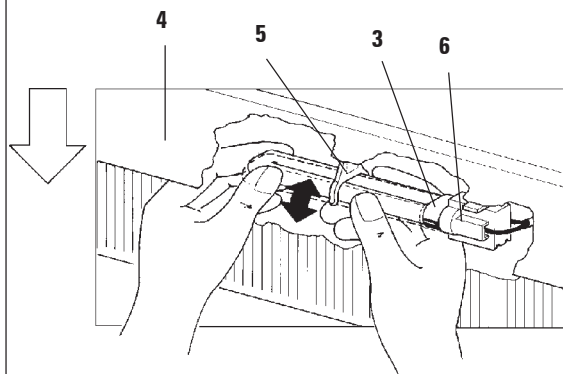

Fig. 35
- Hold lampen i den rigtige isætningsposition (fig. 35), og tryk den mod højre, indtil den går i indgreb i fatningen.